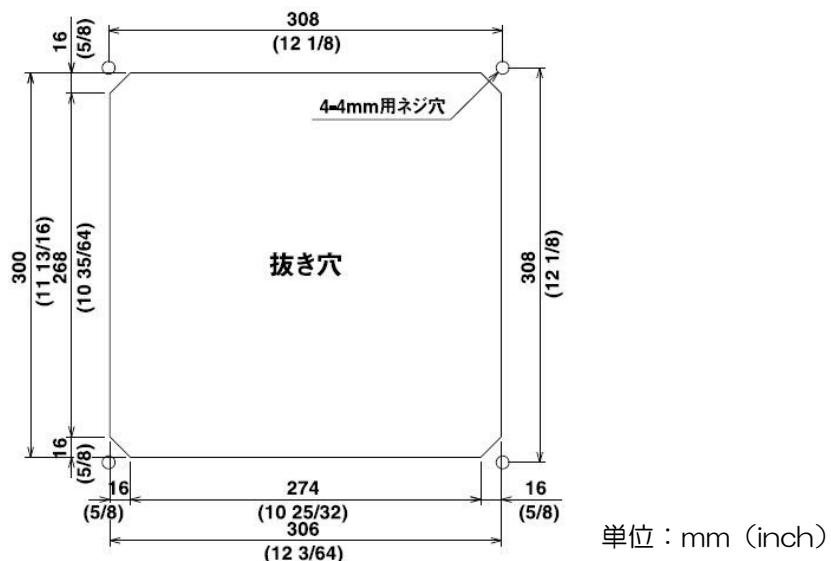

図 5.5 フラッシュマウント取り付け穴加工図
- (1) 設置場所に角穴をあけます。(図 5.5 参照)
- (2) 表示機本体を取り付架台に固定しているノブボルトを反時計方向にまわして緩め、本体を上方に抜きます。取付架台とノブボルトは使用しません。
- (3) 表示機前枠の四隅にあるプラスチック製のコーナーキャップを外します。(上に引き抜くと簡単に外れます)
- (4) 本体と角穴が合うか、ハメ合わせを確認します。不具合ならば角穴を修正します。
- (5) 電源用と送受波器用のコネクターを、それぞれ本体に接続します。
- (6) 表示機を設置する場所（角穴）にはめ込み、4mm のタッピングネジ（または M4 なべ小ネジ）4 本で固定します。（4mm ネジは取り付け部の厚さに応じたネジを手配してください。）
- (7) (3)項で外したコーナーキャップを取り付けます。